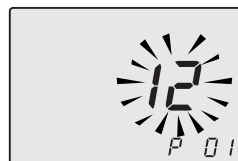

Figura 5.32
- Utilizzando i tasti 12 o 13 è possibile modificare il valore del parametro 01 (Figura 5.32).